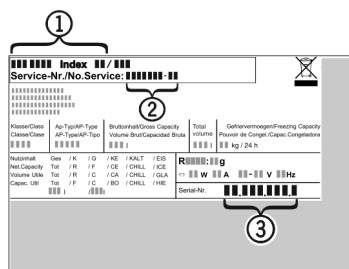

Fig. 3
- ▶ Relever la désignation de l'appareil Fig. 3 (1), le n° de service Fig. 3 (2) et le n° de série Fig. 3 (3) sur la plaquette signalétique. Cette plaquette se trouve sur la paroi intérieure gauche de l'appareil.
- ▶ Informer le S.A.V. et lui communiquer la panne, la désignation de l'appareil Fig. 3 (1), le n° de service Fig. 3 (2) et le n° de série Fig. 3 (3).